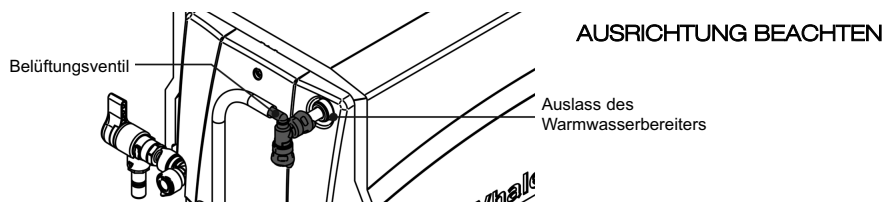

Abb. 24 Installiertes Belüftungsventil
- c. Schieben Sie das Vakuumentlastungsventil in den Warmwasserauslass. Sorgen Sie dafür, dass die Armatur vollständig ist, fest sitzt und wasserdicht ist. Achten Sie darauf, die Baugruppe für das Vakuumentlastungsventil gemäß Abb. 24 auszurichten.